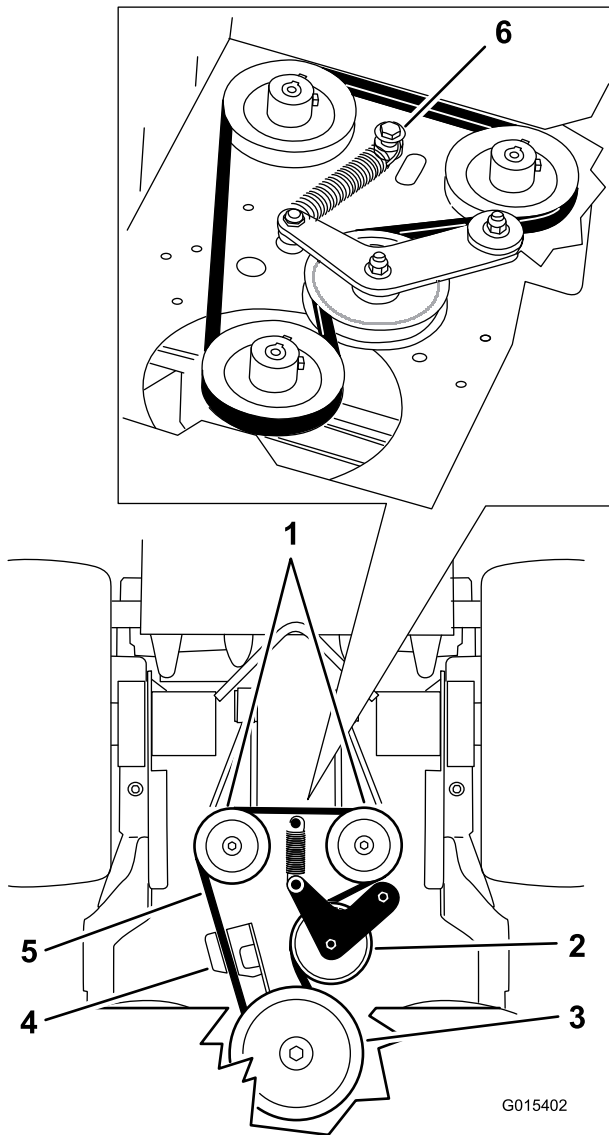

Bild 63
6. Entfernen Sie die Schulterpassschraube, Mutter und Scheibe, die am Motor und an der Feder angeschlossen sind (Bild 63).
7. Entfernen des Pumpen-Treibriemens (Bild 63).
9. Montieren Sie die Feder auf die Schulterpassschraube und Scheibe und befestigen Sie sie mit der Mutter am Motor (Bild 63).